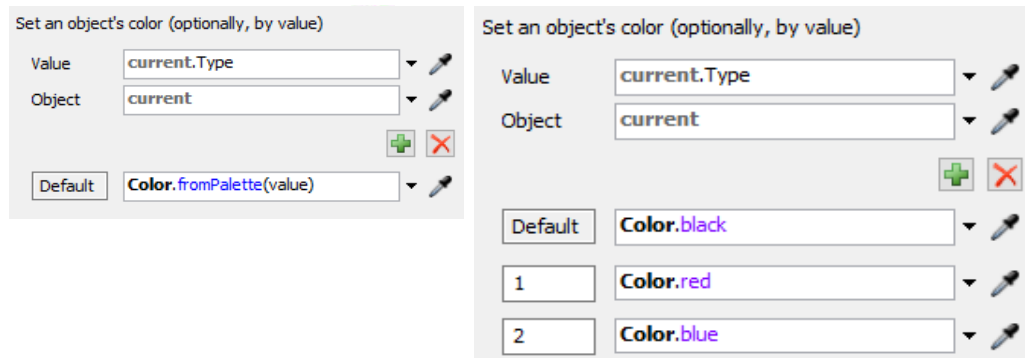

Fig. 17. Set Rotation, Size and Location Fig. 17. Options d'ajout des couleurs
3. **Set Colour by Case** – attribue une couleur à l'objet sélectionné (fig. 17). La couleur est affectée en fonction de la valeur de l'expression saisie dans le champ Value. Les numéros de couleur peuvent également être attribués manuellement en ajoutant des éléments successivement (fig. 17).